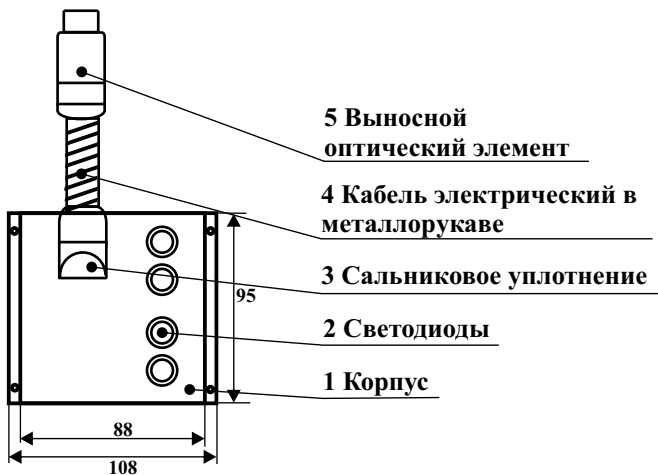

Рис. 2 Устройство детекторно-пусковое автономное “Пульсар 31-2”. Внешний вид.
2.2.1 Извлечь УДП из транспортной тары, смонтировать крепежное основание с электронным блоком УДП на модуль порошкового пожаротушения в соответствии с рис. 1а для “Пульсар 31-1” и в соответствии с рис. 2а для “Пульсар 31-2”.
Рис. 2а